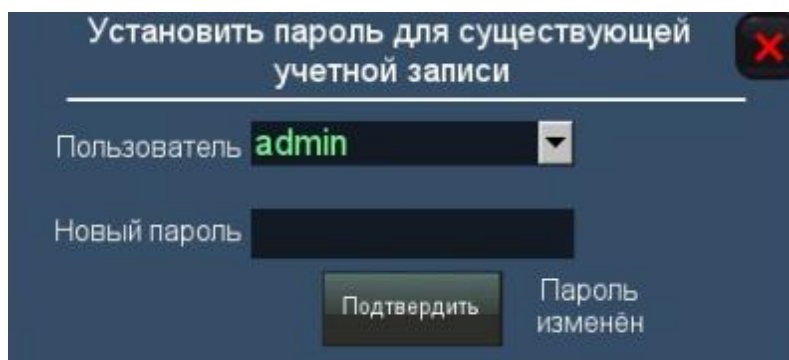

Рисунок 34 – Сообщение «Пароль изменён»
2.3.3.3 Для смены существующего пароля у пользователей необходимо, в окне основного экрана нажать на кнопку «Авторизация» (при этом заранее авторизоваться согласно 2.3.3.1), затем в появившемся окне нажать на кнопку «Сменить пароль» и появится окно рисунок 34. Из раскрывающегося списка «Пользователь» нужно выбрать учётную запись, для которой необходимо изменить пароль, и нажать на поле «Пароль», при этом появится клавиатура (рисунок 32) с помощью которой можно задать новый пароль. После ввода нового пароля на клавиатуре необходимо нажать клавишу «Enter», клавиатура исчезнет и на окошке «Установить пароль для существующей учётной записи» появится сообщение «Пароль изменён» рисунок 34.